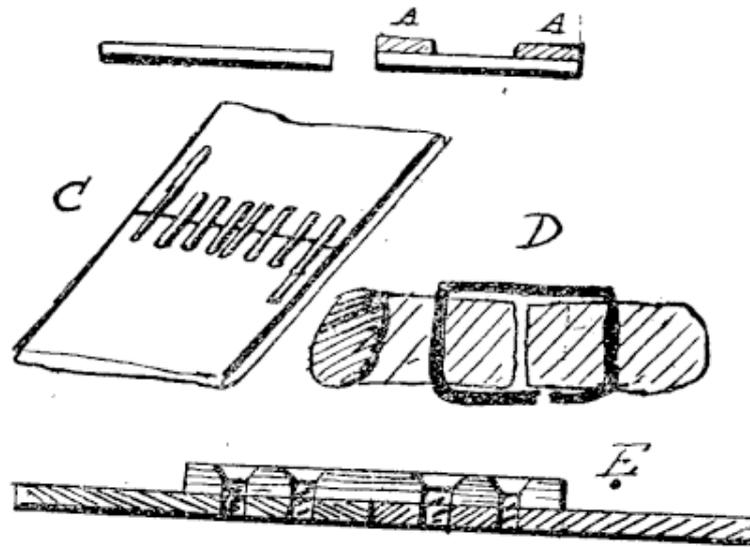

FIG. 54.
est *simple* lorsqu'elle est constituée par une simple bande de cuir; *double* si elle a deux épaisseurs, et *à talon* AA (fig. 54) si les deux épaisseurs ne se trouvent que sur les bords.
*Couture.* — La couture se fait avec des lanières (fig. 54 C) de cuir réunissant les deux extrémités, soit par une simple couture, soit par une couture double creusée; les trous doivent être percés avec une alène; ce moyen est très solide, stable, mais est plus long à exécuter et moins commode à refaire lorsque la courroie s'allonge.
On emploie également un couvre-point (fig. 54 E) que l'on rattache à la courroie soit à l'aide de petites vis ou de petits boulons spéciaux.
FIG. 54 bis.
L'agrafe Lagrelle est la plus simple ; elle consiste en des barrettes de cuivre ou d'acier percées de deux trous à leurs extrémités, et dans lesquelles on vient placer une petite barrette d'acier qui réunit toutes les agrafes (fig. 54 bis). Les agrafes se placent dans des trous percés avec un emporte-pièce spécial ; les trous doivent être espacés d'au moins 1 cent. 1/2.